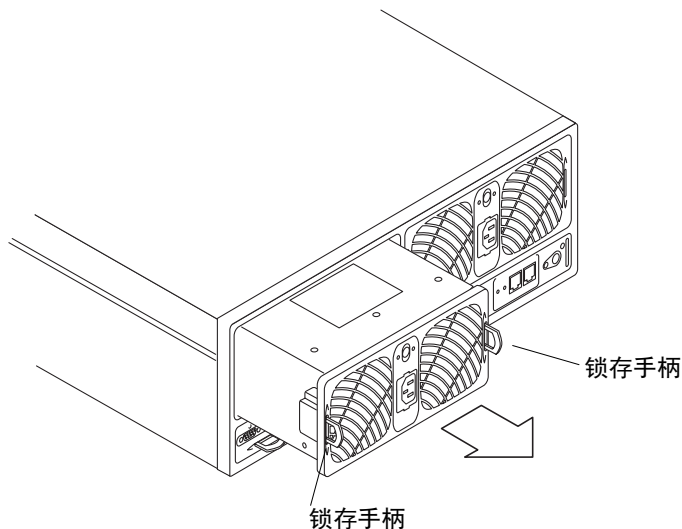

图 5-6 拆除电源和冷却装置
4. 用硬币或小螺丝刀压入并释放两个锁存手柄，解锁电源和冷却装置（图 5-6）。